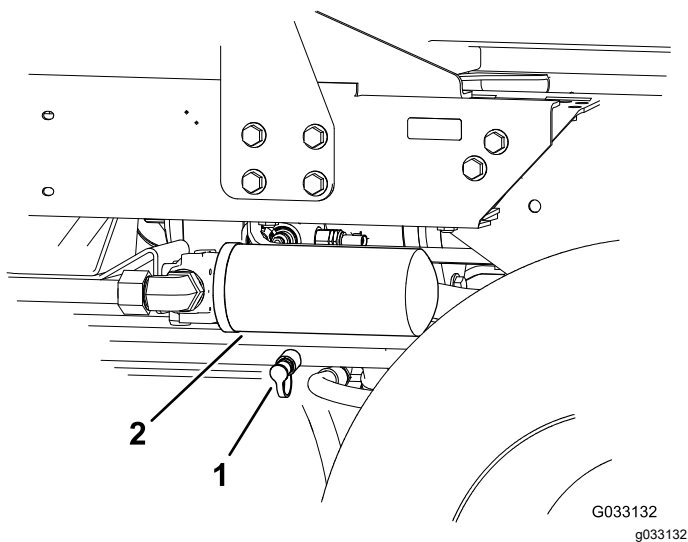

Figure 42
2. Branchez un flexible hydraulique entre le raccord de diagnostic monté dans le collecteur de déplacement arrière et la prise d'essai de pression de déplacement en marche arrière (Figure 42).